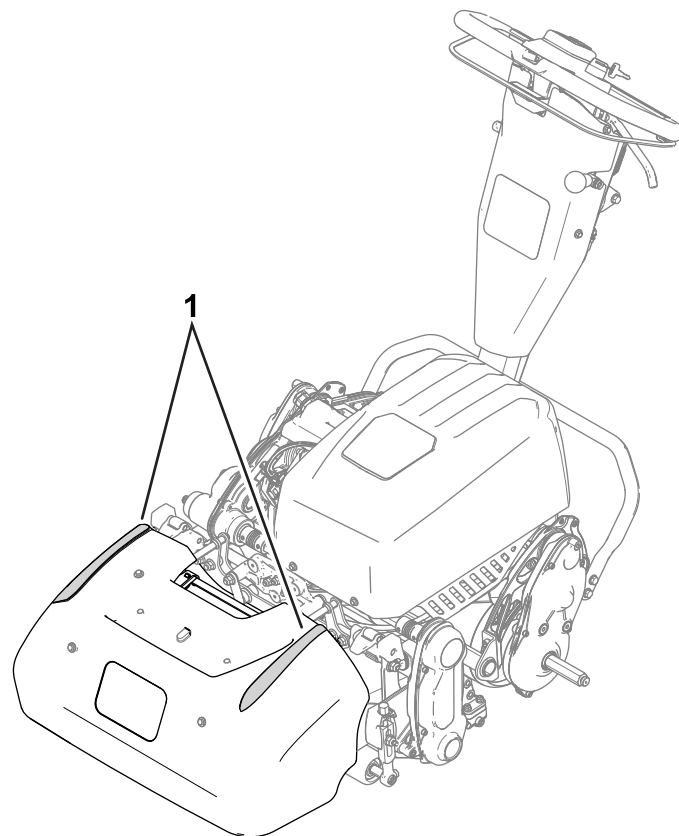

Figura 15
- Para ayudar a mantener una línea recta a través del green y mantener la máquina a la misma distancia de la pasada anterior, utilice las señales de alineación del recogedor (Figura 15).